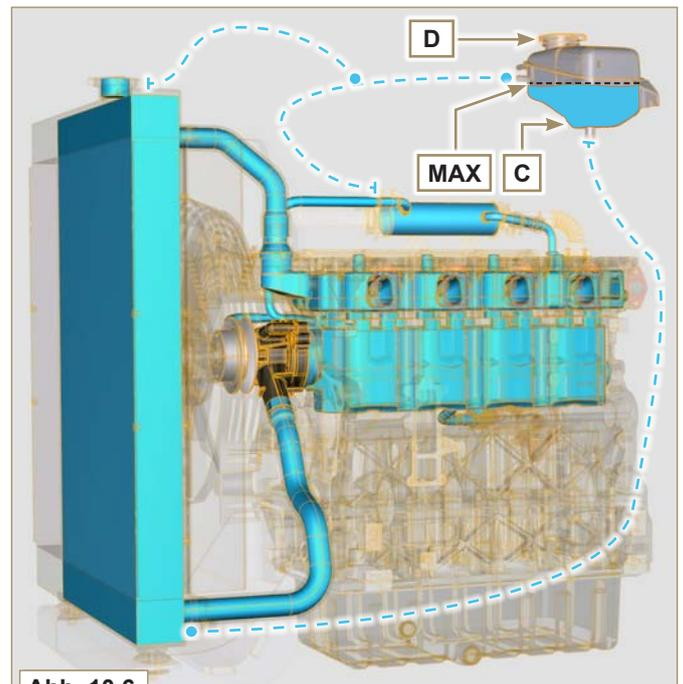

Abb. 10.6
**ANMERKUNG:** Auf der Ablassschraube **B** kann entweder ein Verschlussdeckel oder eine Verbindungsleitung zum Ausdehnungsgefäß vorhanden sein (**Abb. 10.6**); beide sind mit einer Schelle befestigt.